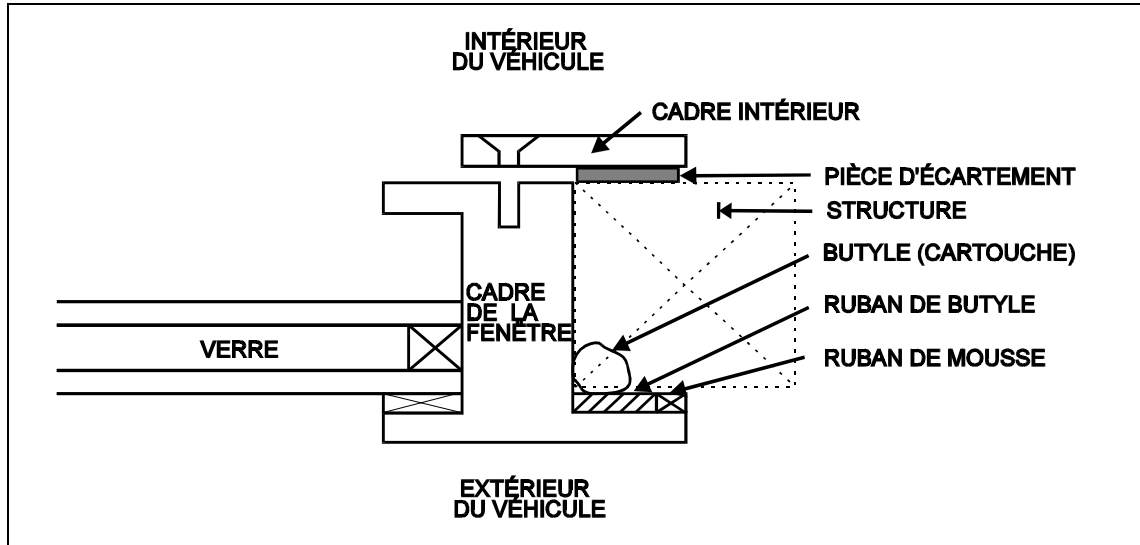
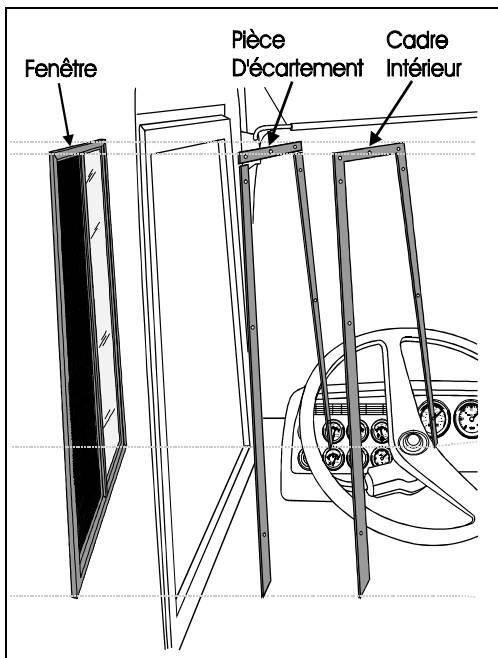
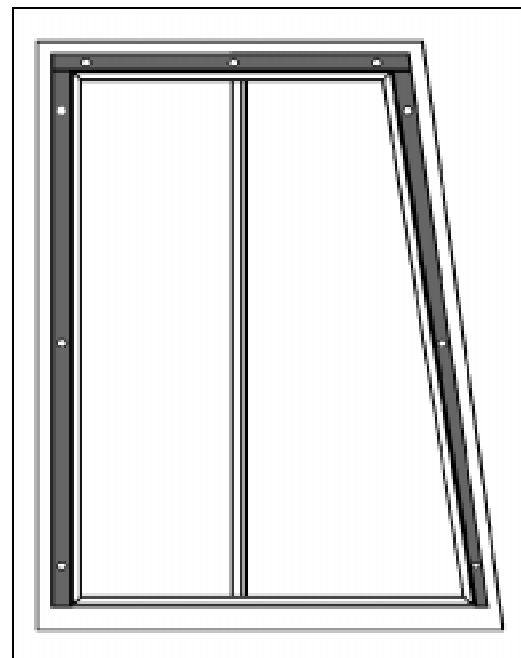

FIGURE 1: COUPE DE LA NOUVELLE FENÊTRE
FIGURE 2: FENÊTRE DE L'OPÉRATEUR
FIGURE 3: POSE DES PIÈCES D'ÉCARTEMENT
4. Percer et visser les 3 pièces d'écartement sur la structure du véhicule (Fig. 1) (Fig. 2) (Fig. 3).
5. Sur le cadre de la nouvelle fenêtre, appliquer dans l'ordre un ruban de mousse (Prévost #506191) sur le périmètre extérieur du cadre, un ruban de butyl (Prévost #680115) à l'intérieur du cadre et un cordon de butyl liquide (Prévost #680096) sur le ruban de butyl dans le coin du cadre (voir fig. 1).
7. Installer la nouvelle fenêtre à partir de l'extérieur du véhicule (Fig. 2).
4. Installer la fenêtre à partir de l'extérieur du véhicule (voir figure 3).